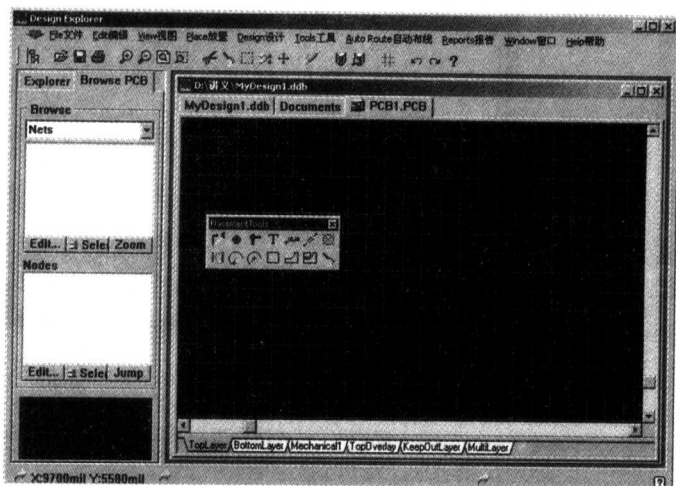

图 2-11 印制电路板编辑器界面
(2) 双击“”图标后,即可完成新的印制电路板文件的创建。
(3) 双击工作窗口中的印制电路板文件图标“”,即可启动印制电路板编辑器,如图 2-11 所示。